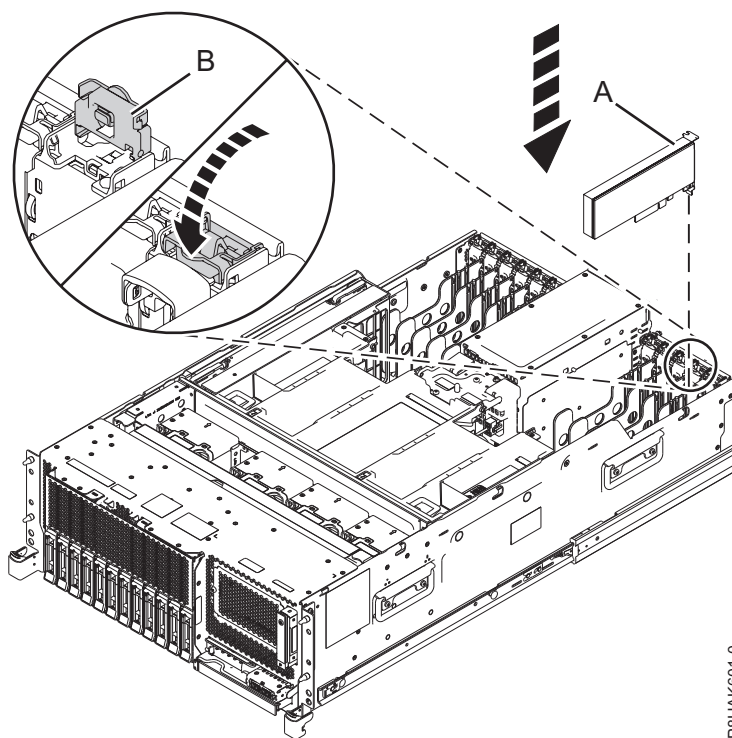
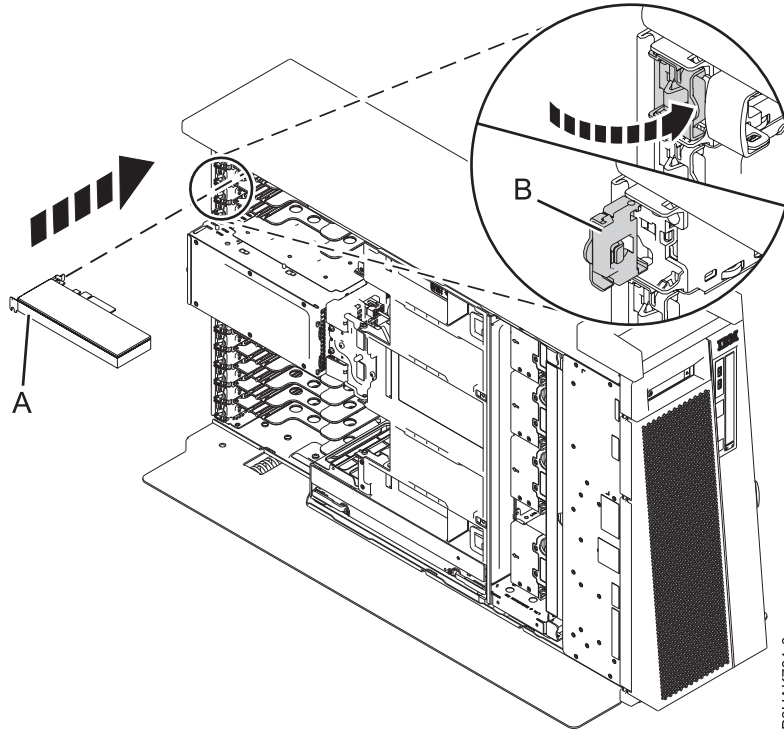

Figure 54. Installation ou remplacement d'une carte PCIe sur un système monté en armoire
Figure 55. Installation ou remise en place d'une carte PCIe dans un système 8286-41A autonome
7. Si le loquet de la carte (**B**) sur l'emplacement cible n'est pas déjà en position ouverte, mettez-le en position ouverte en le tirant vers l'extérieur de sa patte située à l'arrière du système, comme illustré dans la figure 54 et figure 55, à la page 59.
8. Saisissez avec précaution le bord supérieur ou la contre-poupée de la carte et alignez la carte avec l'emplacement et son connecteur sur le fond de panier du système (**A**), comme illustré dans la figure 54 et figure 55, à la page 59.
10. Pour verrouiller la carte dans son emplacement, tournez son loquet (**B**) dans la direction illustrée dans figure 54 et figure 55, à la page 59.